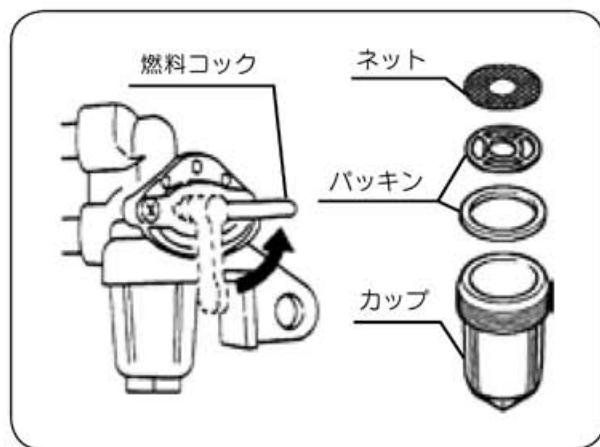

図 36
- 燃料コックレバーを【閉】にし、フィルターポットとフィルターエレメントを取り外して、フィルターポットとフィルターエレメントを清掃してください。（図36）